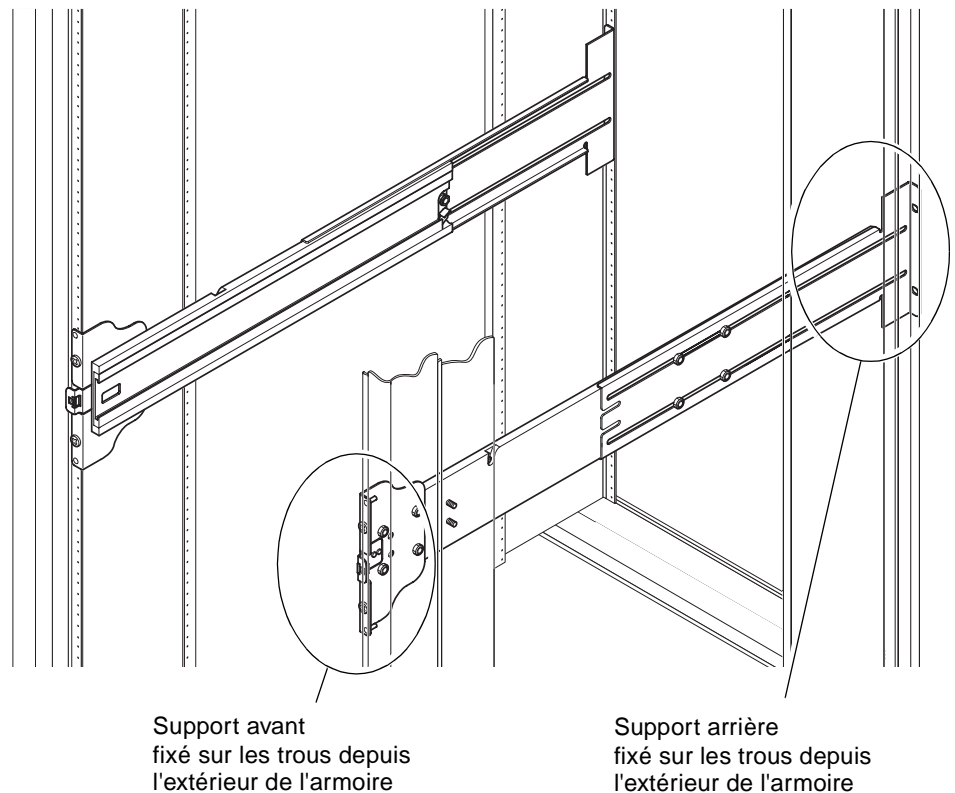

FIGURE 1-5 Installation des rails dans une armoire Sun Rack 900 ou 19 pouces à 4 colonnes
1. **Insérez les broches du support avant dans les trous de l'armoire numérotés 22 et 33 (FIGURE 1-5).**
1. **Insérez les broches du support avant dans les trous de l'armoire numérotés 58 et 69 (FIGURE 1-5).**
3. **Fixez le support arrière en insérant deux vis n° 10-32 UNF (FIGURE 1-5).**
4. **Fixez le support avant en insérant deux vis n° 10-32 UNF (FIGURE 1-5).**